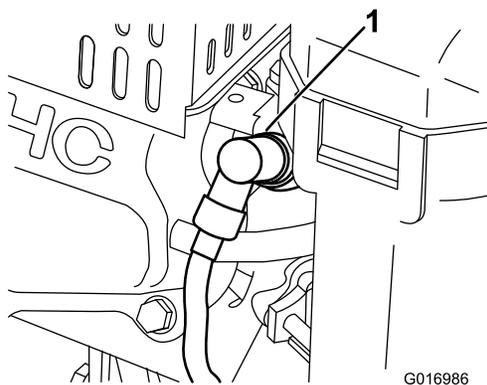

Рисунок 30
1. Снимите провод со свечи зажигания (Рисунок 30).